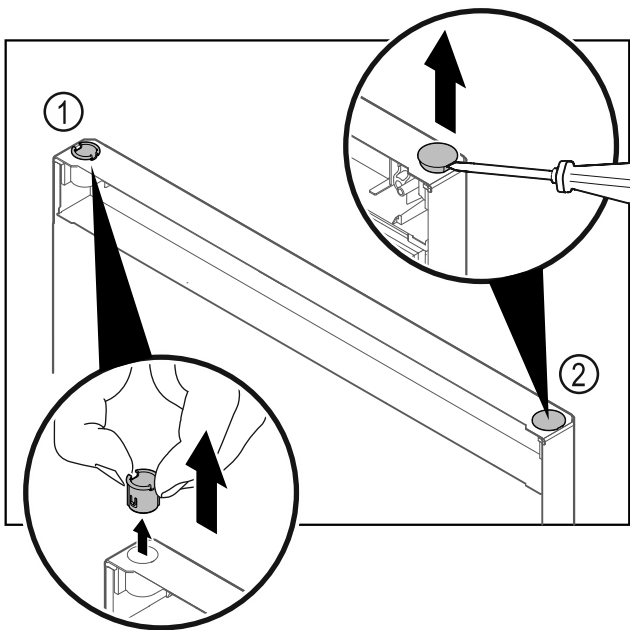

Fig. 20
- ▶ Scharnierbuchse Fig. 20 (1) mit den Fingern herausziehen.
- ▶ Abdeckstopfen Fig. 20 (2) vorsichtig mit einem Schlitzschraubendreher anheben und herausziehen.